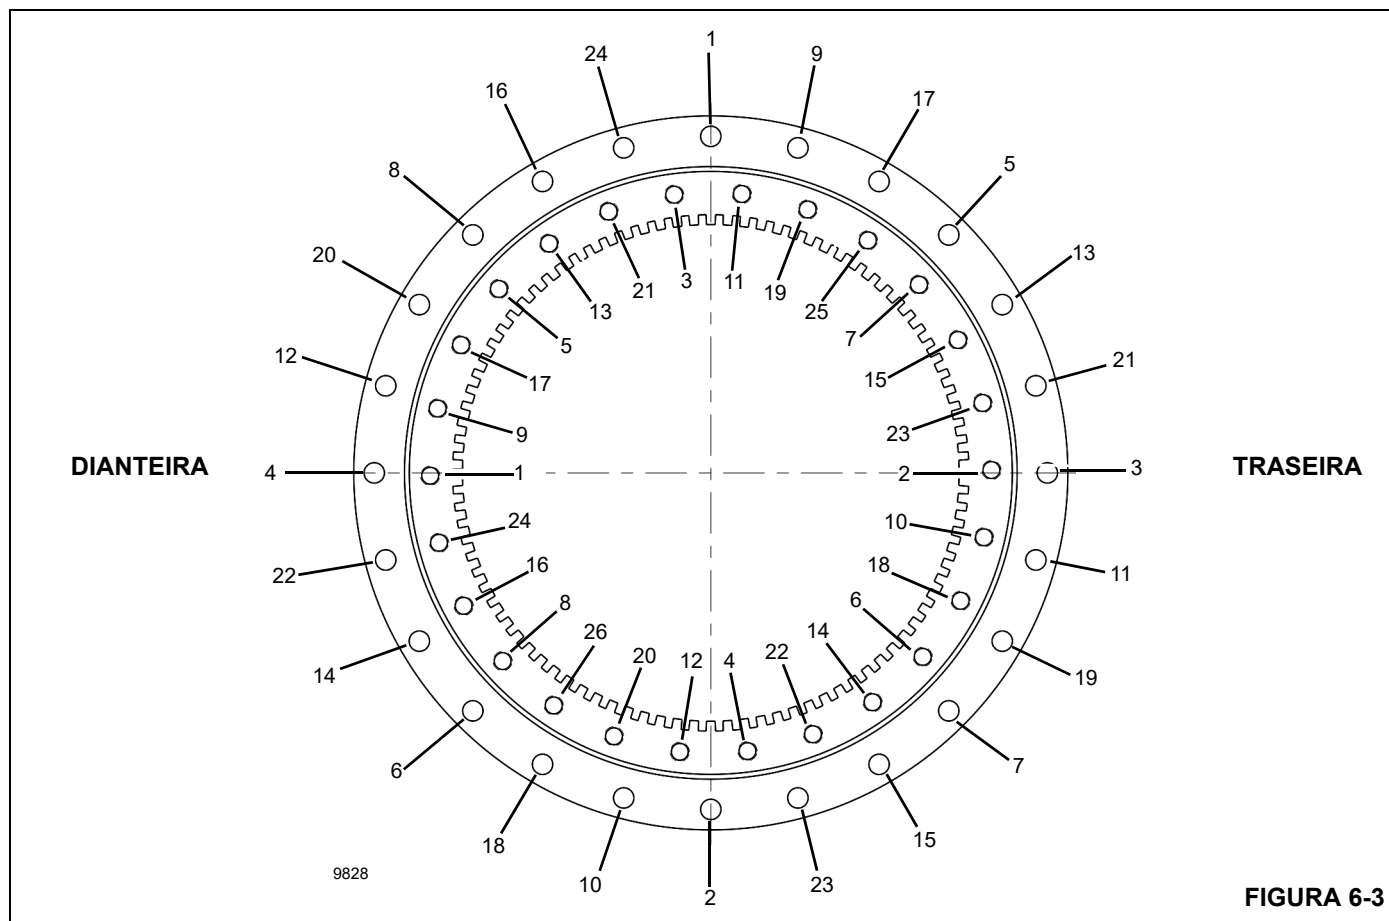

FIGURA 6-3
A pista interna do rolamento é fixada na torre por 26 parafusos (Figura 6-3). A pista externa do rolamento é fixada na estrutura por 24 parafusos (Figura 6-3).
3. Aperte todos os parafusos até 80% do valor de torque especificado seguindo uma sequência de padrão em estrela como mostrado na Figura 6-3, começando com o parafuso número 1. Consulte “Elementos de fixação e valores de torque” na página 1-8.
3. Aperte todos os parafusos até 80% do valor de torque total especificado seguindo a sequência de padrão em estrela conforme mostrado na Figura 6-3, começando pelo parafuso número 1. Consulte “Elementos de fixação e valores de torque” na página 1-8.